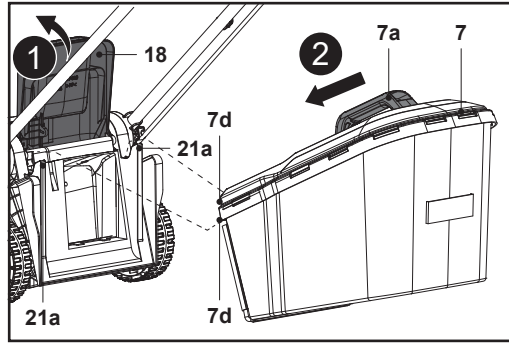

Fig. 7
4. Ouvrir le déflecteur arrière (18) et le maintenir ouvert (Fig. 7, étape 1).
5. Transporter le bac de ramassage (7) par sa poignée de transport (7a).
6. Aligner les deux crochets du bac de ramassage (7d) sur les encoches (21a) et y accrocher le bac de ramassage (7) (Fig. 7, étape 2).
7. Relâcher ensuite avec précaution le déflecteur arrière (18).